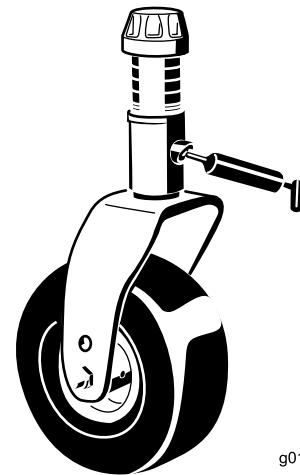

Figura 68
- Um casquilho de eixo da forquilha da roda giratória (Figura 68)